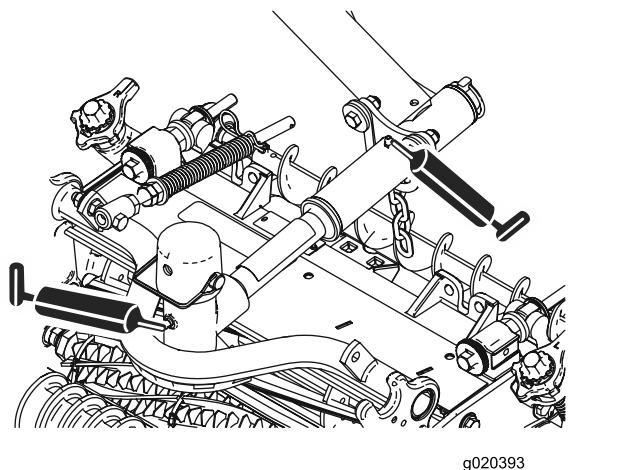

Рисунок 59
- Шарниры режущих блоков (по 2 шт.); см. Рисунок 59.